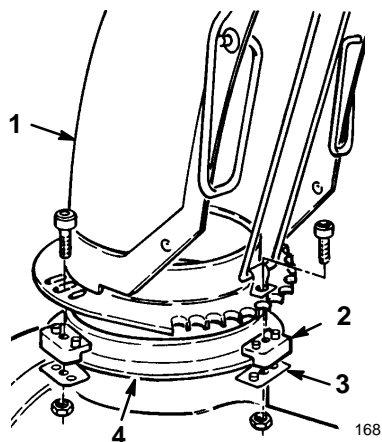

Figure 6
1. Enduisez la couronne d'éjecteur d'une légère couche de graisse pour basse température (Fig. 6).
3. Veillez à bien insérer les ergots des cales dans les trous de la base de l'éjecteur (Fig. 6).
4. Serrez la vis à métaux et son écrou, du côté gauche, jusqu'à ce que la plaque de retenue de l'éjecteur se trouve contre la cale d'éjecteur en matière plastique et que l'éjecteur soit fixée à la couronne (Fig. 6).